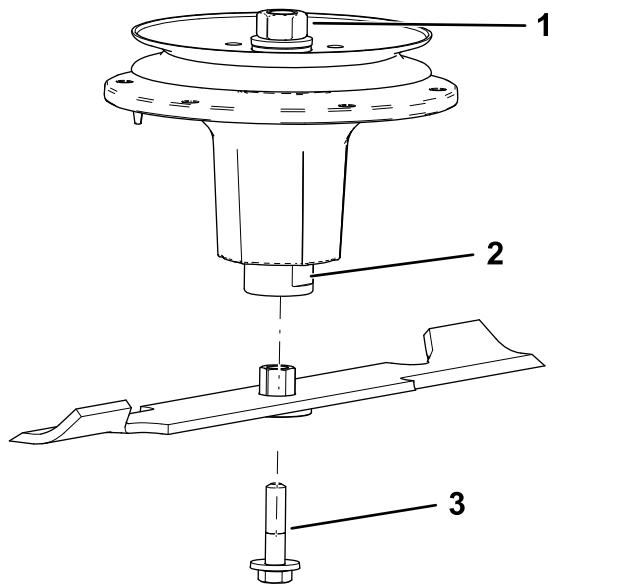

Рисунок 74
2. Встановіть втулку/ніж в зборі на вал шпинделя (Рисунок 74).